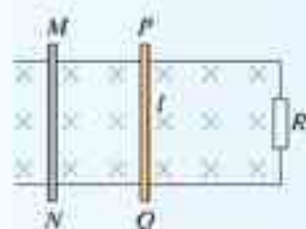

图 4.5-5 导体 MN 和 PQ 以相同速度向右运动
3. 设图 4.5-5 中的磁感应强度 $B = 1 \text{ T}$, 平行导轨宽 $l = 1 \text{ m}$, MN 、 PQ 金属棒均以 1 m/s 速度贴着导轨向右运动, $R = 1 \Omega$, 其他电阻不计。